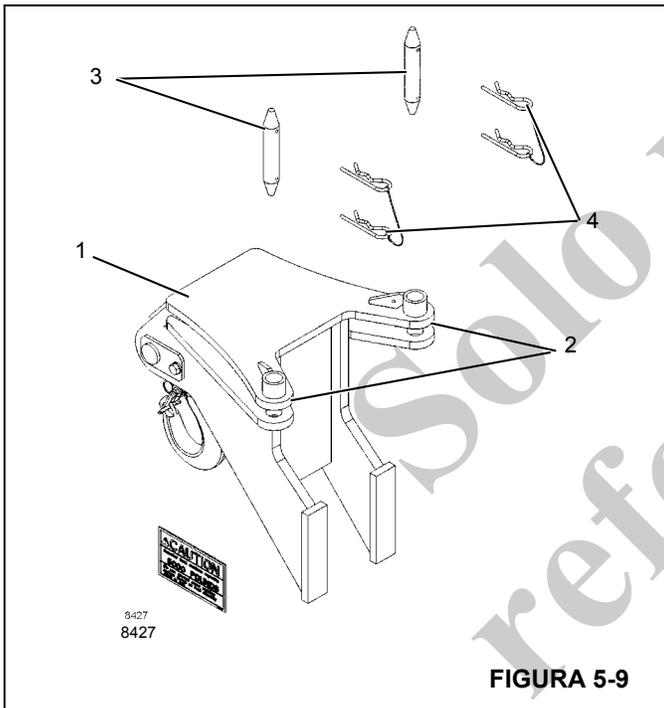

FIGURA 5-9
1. Utilice un dispositivo de levante adecuado para elevar el cabezal con gancho (1, Figura 5-9) delante de la punta de la pluma y alinear las pestañas de montaje (2) con las orejetas en la punta de pluma.
2. Instale los pasadores de montaje (3) y fíjelos con las pinzas de retención (4).